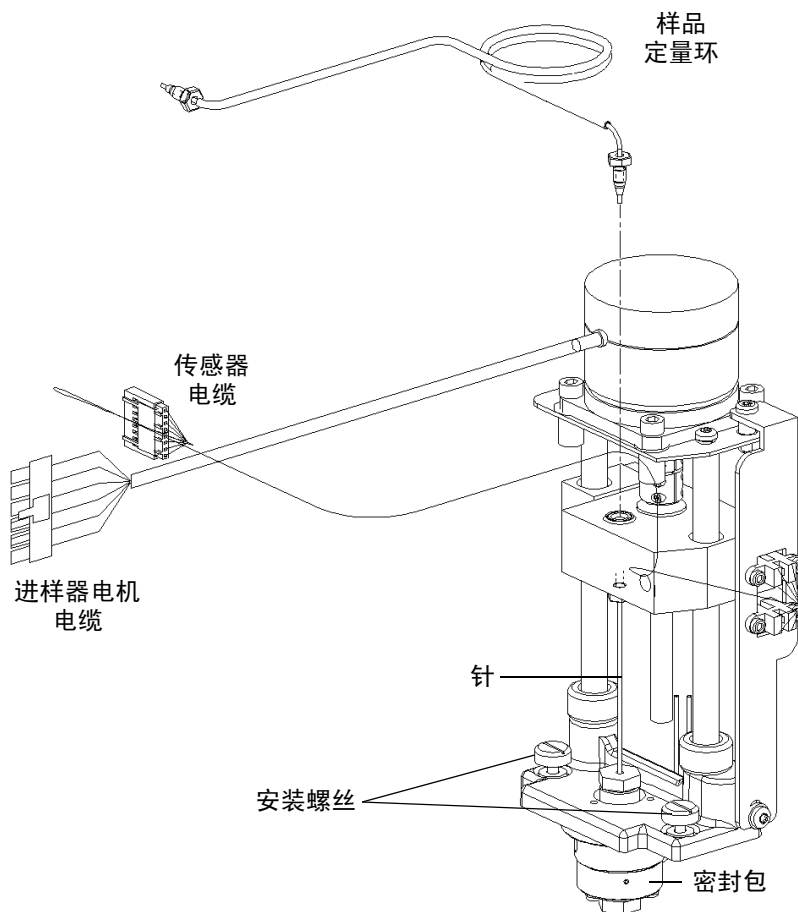

图 7-13 移除进样器
3. 断开进样器机电缆和传感器电缆与电路板之间的连接（图 7-13）。
4. 使用长平头螺丝刀松开将进样器固定在样品室底盘上的两个安装螺丝（图 7-13）。
5. 断开样品定量环与进样器之间的连接（图 7-13）。
6. 通过拧紧两个安装螺丝将进样器连接到样品室底盘（图 7-13）。
7. 将进样器机电缆和传感器电缆连接到电路板（图 7-13）。